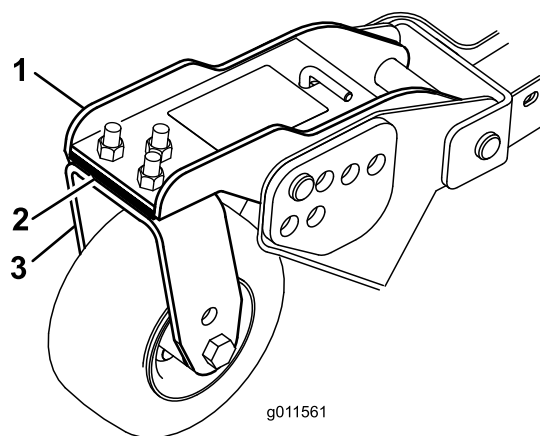

Figura 27
5. Se a extremidade interior da plataforma do cortador lateral estiver demasiado levantada em relação à ponta exterior da plataforma do cortador dianteira, retire os calços de 3 mm do fundo do braço da roda giratória dianteira interior na plataforma do cortador lateral (Figura 27).
3. Ajuste os calços de 3 mm na(s) forquilha(s) da roda giratória de forma que coincidam com altura de corte fixada no autocolante (Figura 27).